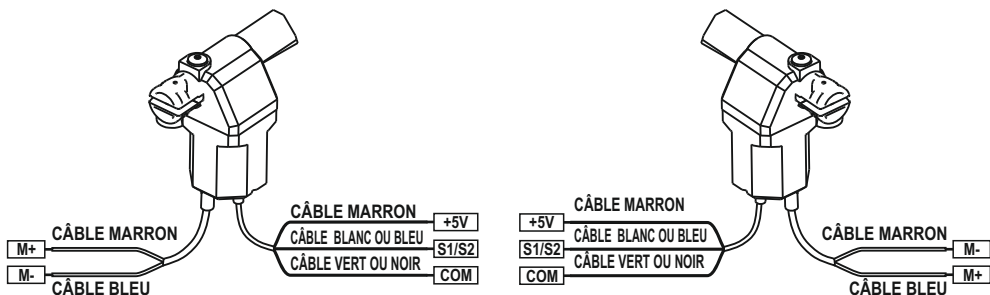

**FIG. 6**
- 11 - Mettre le bouchon de couverture du déblocage manuel. (FIG. 6).